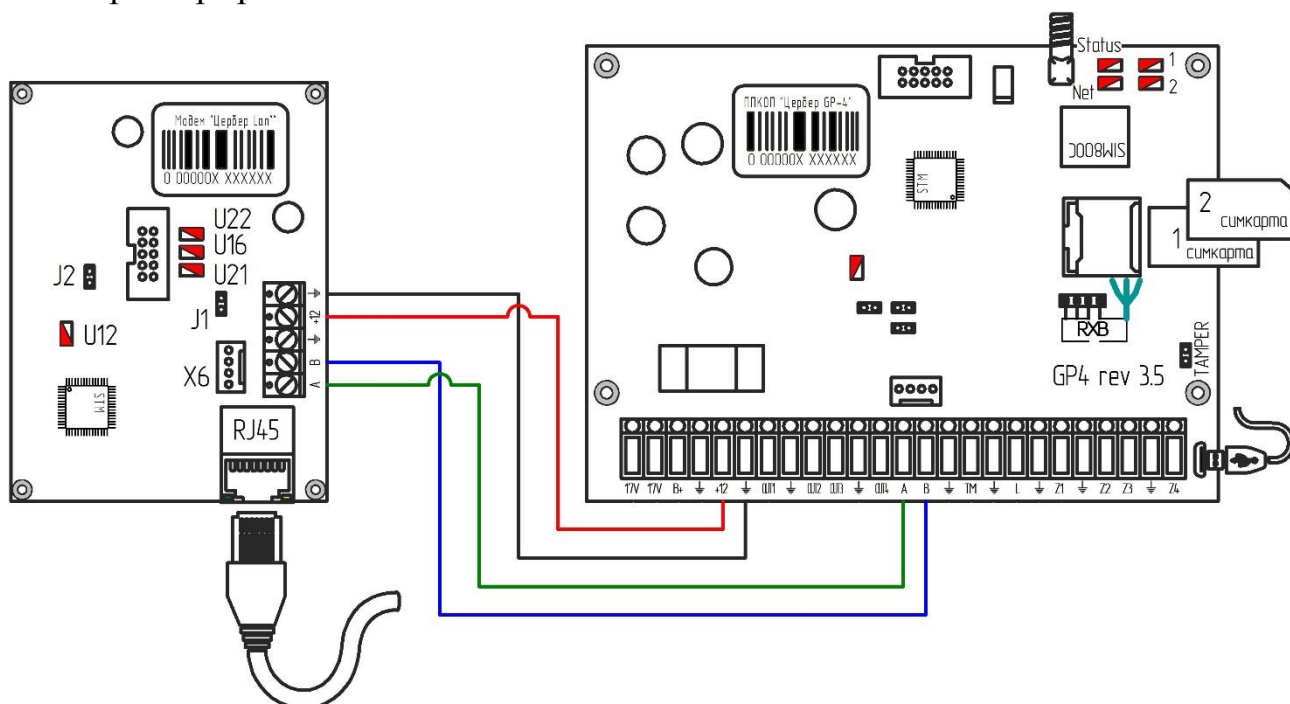

Рис. 4
3. ППКОП “Цербер GP4” + модем “Цербер LAN” (рис.4). Основным каналом связи в данном случае будет являться gsm канал. В случае не возможности доставки событий по gsm каналу доставка событий будет происходить через tcp-ip (Ethernet).